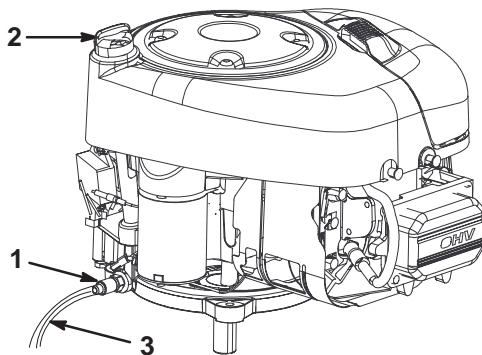

Bild 18
9. Schieben Sie die Ablassschlauch auf das Ölablassventil (Bild 18).
11. Öffnen Sie das Ölablassventil (Bild 18).